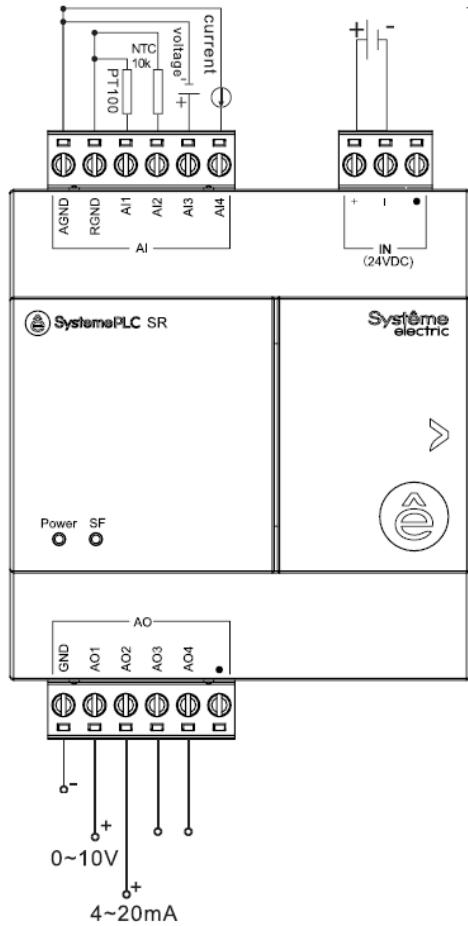

Рисунок 34 Схема подключений модуля расширения SystemePLC SM172EAM0800
2. Выбрать устройство во вкладке «Configuration» двойным нажатием мыши (см. рис. 34, 1).
3. Выбрать файл с новой версией ВОС (см. рис. 34, 2).
4. Нажать кнопку «Download» (см. рис. 34, 3).